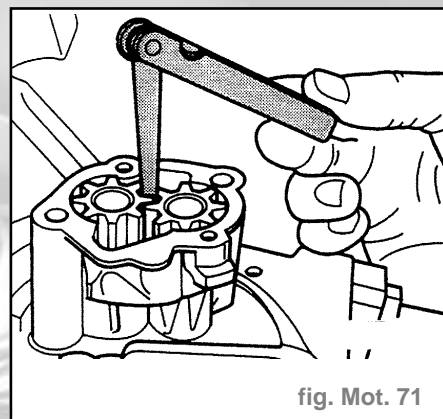

fig. Mot. 71
- Contrôler leu jeu d'engrènement à l'aide d'un jeu de cales (fig. Mot. 71).